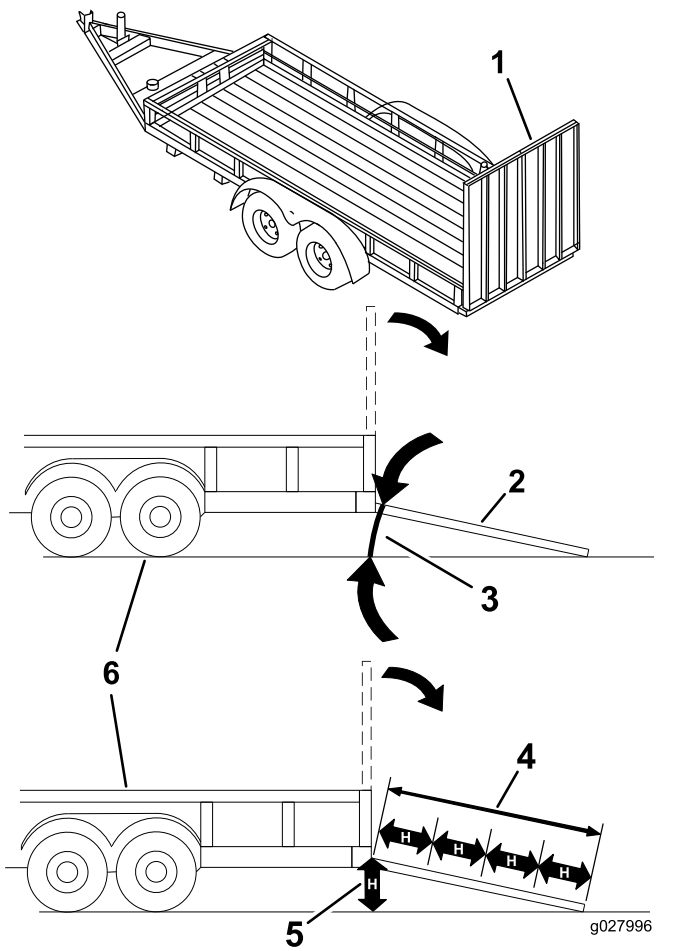

Figure 37
Le chargement de la machine sur une remorque ou un camion augmente le risque de basculement, et donc de blessures graves ou mortelles (Figure 37).
1. Abaissez la rampe pour que l'angle avec le sol ne dépasse pas 15 degrés (Figure 37).